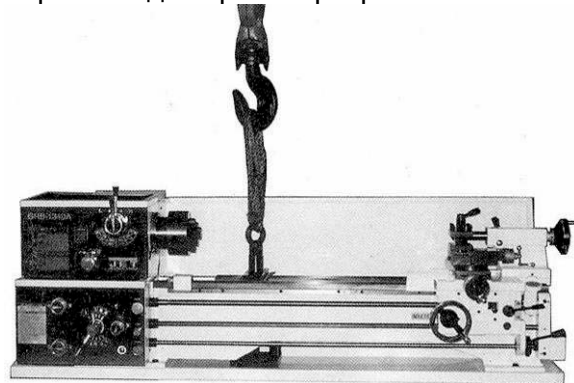

Рис. 4
Смонтируйте поставленное грузоподъемное устройство на станине станка (смотри рис. 4). Поднять станок с помощью достаточно прочных ремней для транспортировки.
Рис. 4а
**ВНИМАНИЕ:** В транспортном положении продольный суппорт станка зафиксирован винтом! При подготовке станка к работе необходимо отвернуть фиксирующий винт (Рис.4а), во избежание повреждения шестерен.